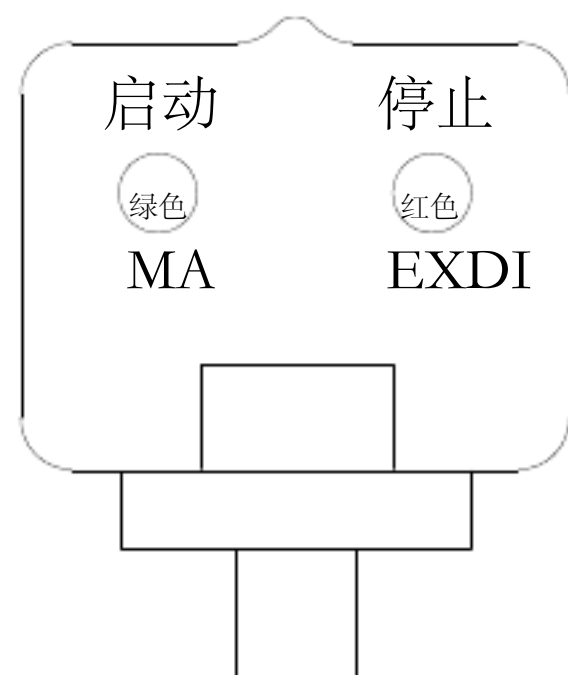

图 2-3 启动、停止按钮示意图
(1)按下“启动”(红色)按钮,开始操作;按下“停止”(绿色)按钮,停止操作。(隔爆用,见图2-3启动、停止按钮示意图)